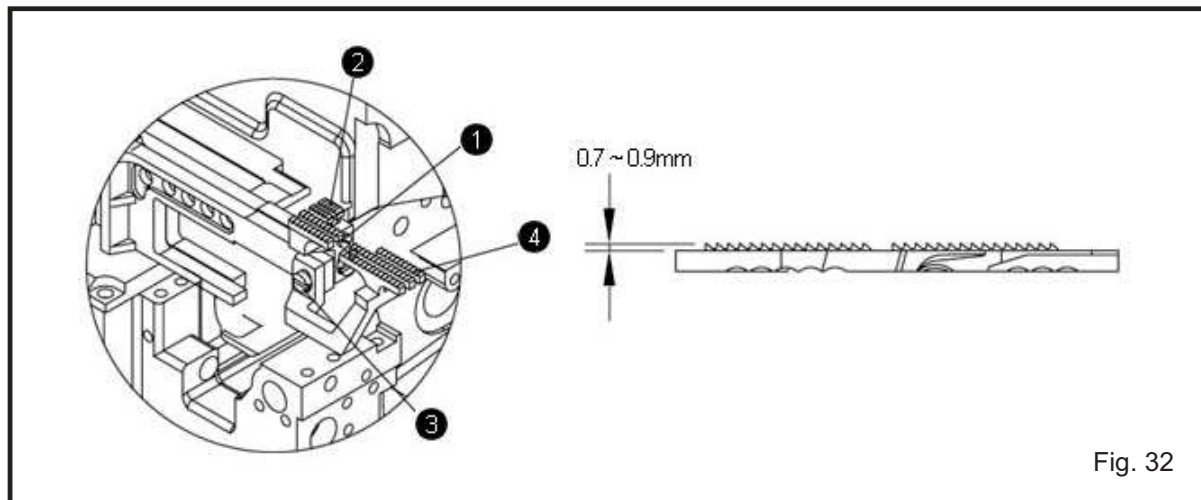

Fig. 32
1. Regule a altura do impelente (Fig. 32)